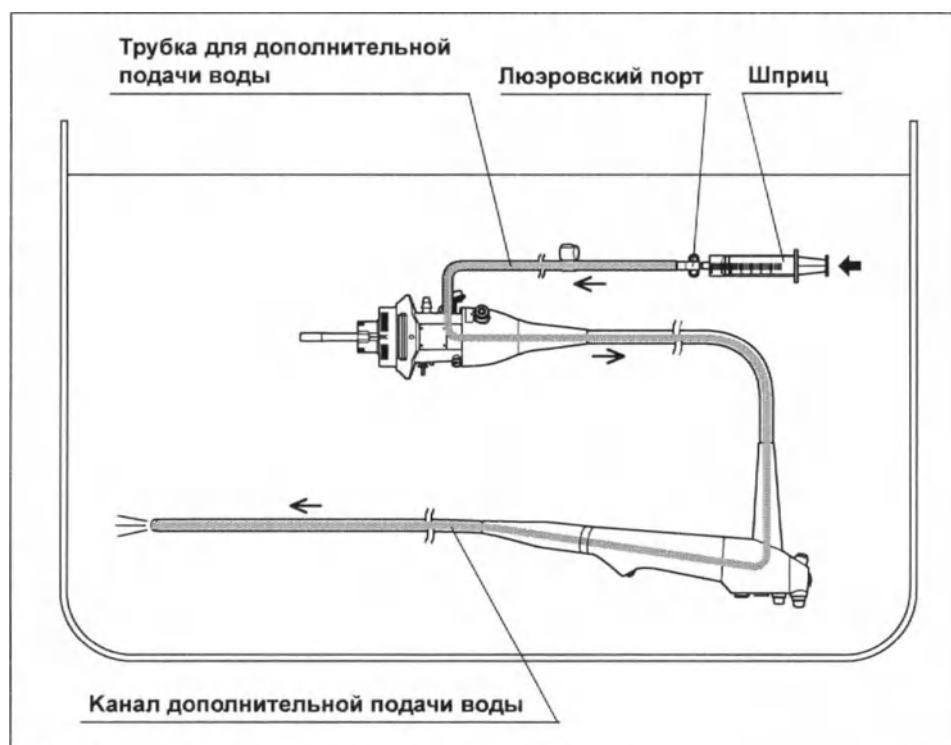

Рис. 5.67
- 8 Заполните воздухом и присоедините к люэровскому порту трубки для дополнительной подачи воды шприц, продуйте канал дополнительной подачи воды, используя 30 мл воздуха. (см. рис. 5.67)
- 12** Полностью погрузив шприц в воду для промывания, медленно наполните его водой для промывания, подсоедините шприц к люэровскому порту трубки для дополнительной подачи воды (MAJ-855) и промойте канал дополнительной подачи воды 30 мл воды для промывания. (см. рис. 5.67)